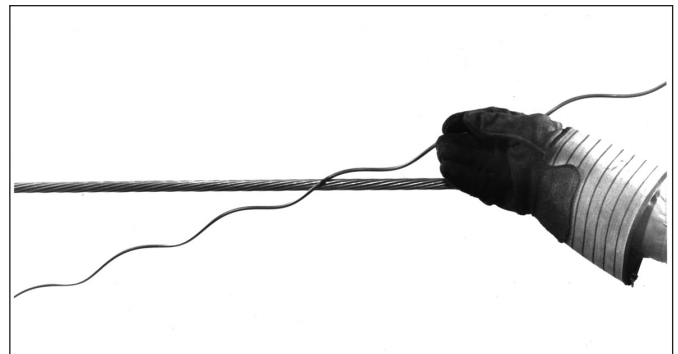

FIGURA 2
2.02 Aplique a marca central da primeira vareta de proteção sobre a marca do cabo. Envolve a primeira vareta ao redor do cabo. (Figura 2).